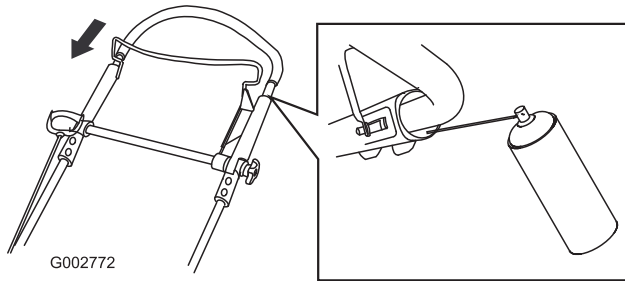

Bild 43
- Drücken Sie den oberen Bügel ganz nach unten und sprühen Sie die innere Kunststoffoberfläche des äußeren Bügel ein (Bild 43).